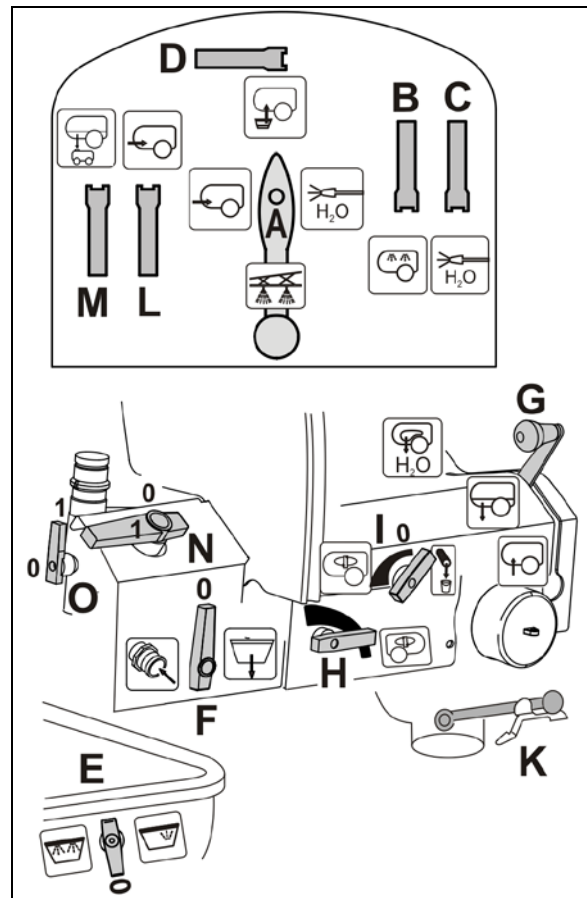

Fig. 145
Rengjør sugefilteret (Fig. 145) daglig etter rengjøringen av plantemiddelsprøyten.
1. Løs lokket til sugefilteret (Fig. 145/2).
2. Ta av lokket samt sugefilter (Fig. 145/3) og rengjør med vann.
6. Løs lokket til sugefilteret (Fig. 145/2).
7. Betjen sikkerhetsventilen på sugefilteret (Fig. 145/1).
8. Ta av lokket samt sugefilter (Fig. 145/3) og rengjør med vann.